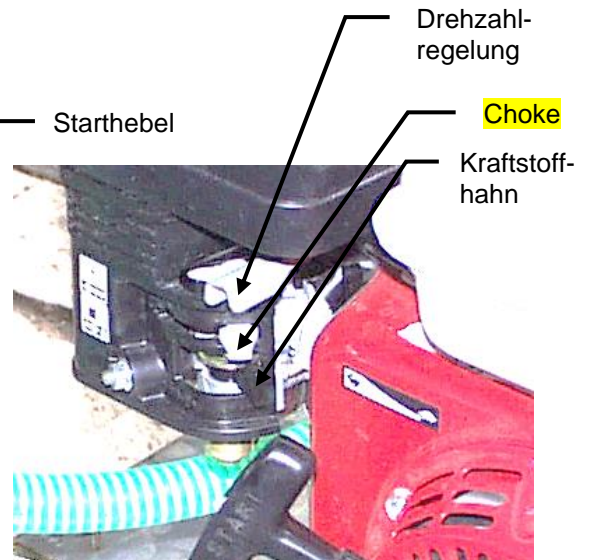

Bild 3
- Kraftstoffhahn öffnen (Bild 3)
- Choke aktivieren (Bild 3)